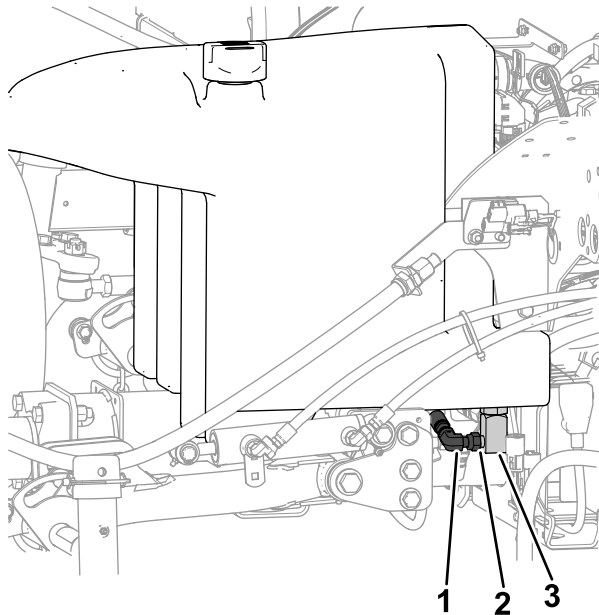

Figura 146
2. Aezai o tavă de scurgere mare sub colectorul (Figura 146) din partea de jos a rezervorului hidraulic; consultați Verificarea nivelului de ulei hidraulic \(Pagină 82\).